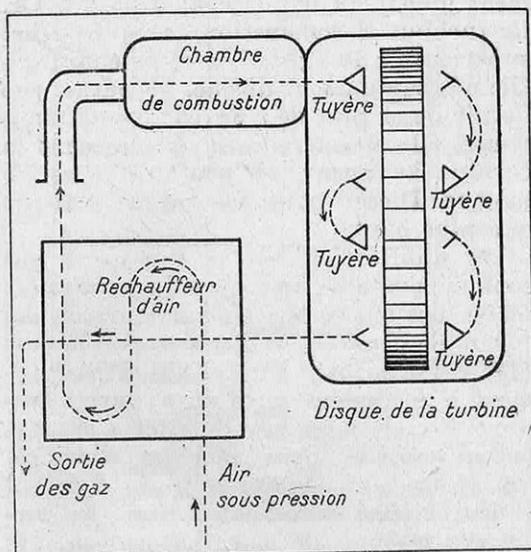

FIG. 5. — SCHÉMA D'UNE TURBINE A GAZ A DÉTENTE FRACTIONNÉE SUR UN SEUL DISQUE
fonctionnement de la chute totale de pression en chutes partielles, non sur plusieurs roues placées en série, mais sur une roue unique (1), constituera à lui seul un important progrès (fig. 5).